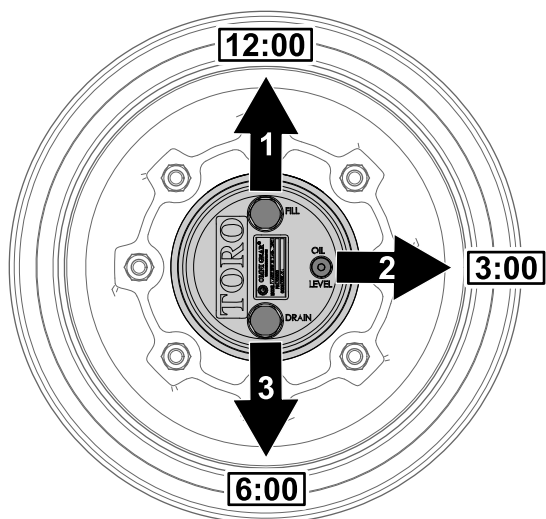

Figura 99
1. Parcheggiate la macchina su una superficie pianeggiante e posizionate la ruota in modo che il tappo di riempimento si trovi nella posizione a ore 12, il tappo di controllo nella posizione a ore 3 e il tappo di spurgo nella posizione a ore 6 (Figura 99).
2. Rimuovete il tappo di controllo nella posizione a ore 3 (Figura 99).
1. Parcheggiate la macchina su una superficie piana, posizionate la ruota in modo che il tappo di riempimento si trovi nella posizione a ore 12, il tappo di controllo nella posizione a ore 3 e il tappo di spurgo nella posizione a ore 6; fate riferimento alla Figura 99 in Controllo del lubrificante della trasmissione degli ingranaggi a ruotismo planetario \(pagina 71\).